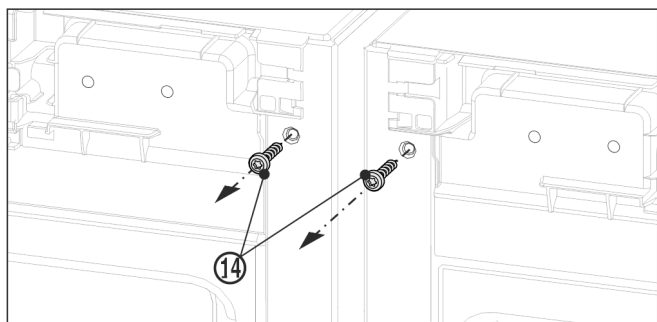

Fig. 12
- ▶ Pred montážou horného uholníka vyskrutkujte obe uzemňovacie skrutky Fig. 12 (14).